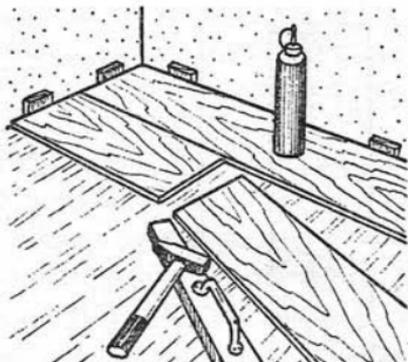

Рис. 41. Начало следующего ряда половиц
5. Отпиленный остаток половицы, примыкающей к стене, становится началом следующего ряда (рис. 41).